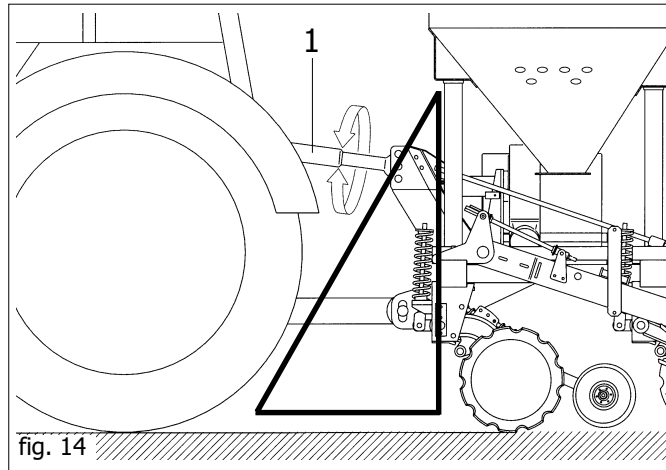

fig. 14
- la lunghezza del braccio del terzo punto per macchina portata, (1 fig. 14);